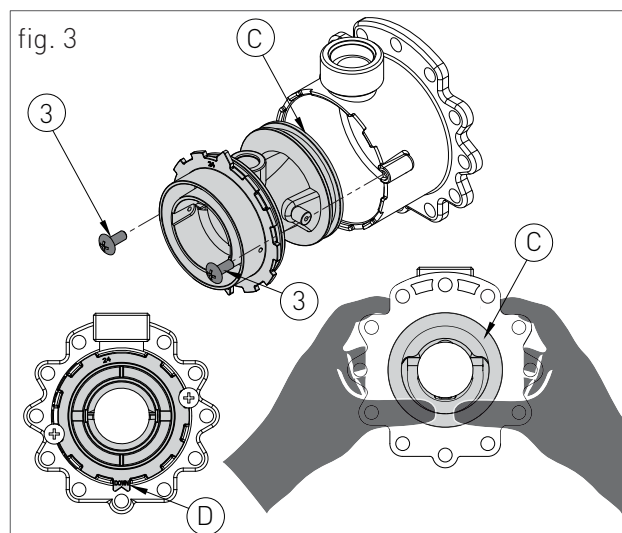

fig. 3
- › svitare le due viti '3' (fig.3) e fare pressione sul lato posteriore del corpo venturi 'C' (fig.3);
- › sostituire il corpo venturi con quello adatto al tipo di gas di rete (cod. 30-00166 per metano / cod. 30-00169 per GPL) e assicurarsi che l'orientamento del dente 'D' (fig.3) sia verso il basso sulla ghiera in alluminio (vedi fig.3);